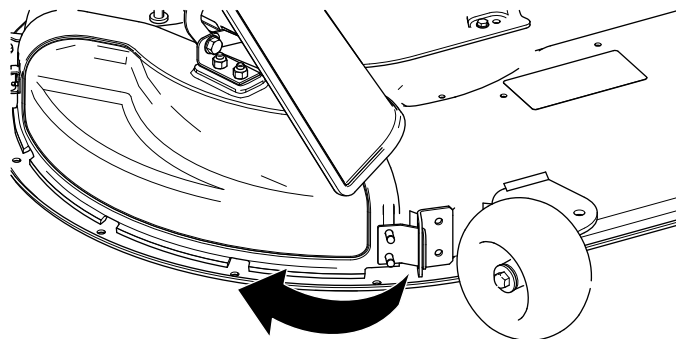

**Figura 13**
3. Oriente a patilha de metal na cobertura de descarga para a ranhura no suporte soldado à plataforma do cortador (Figura 13).